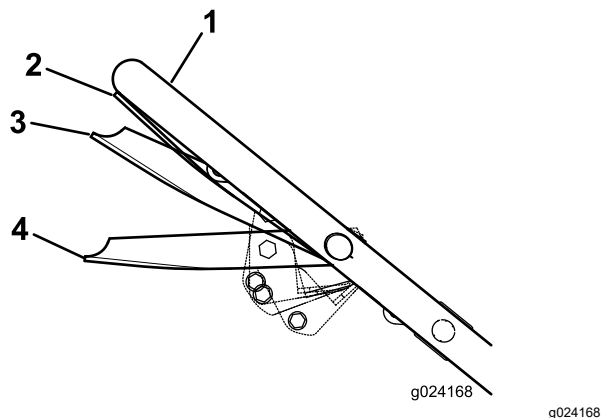

Figure 19
3. Serrez la barre de commande contre le guidon en position Marche/Déplacement (Figure 19).
Important: Ne changez pas de vitesse lorsque vous serrez la barre de commande contre le guidon en position Marche/Déplacement au risque d'endommager la transmission. Placez la barre de commande en position Marche/Changement (Figure 19) pour changer de vitesse de déplacement.